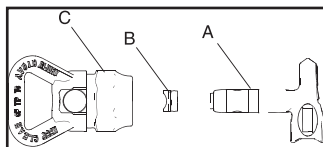

Fig. 17
2. Folosiți vârful de pulverizare (A) pentru a introduce elementul de etanșare (B) în dispozitivul de protecție (C). (Fig. 17)